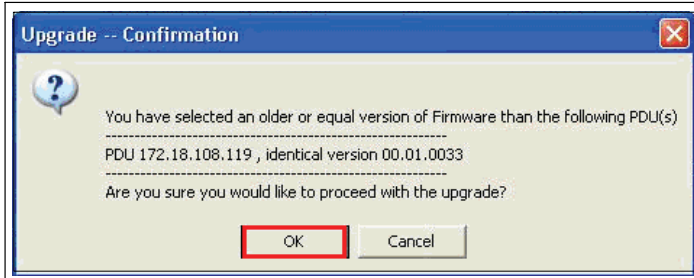
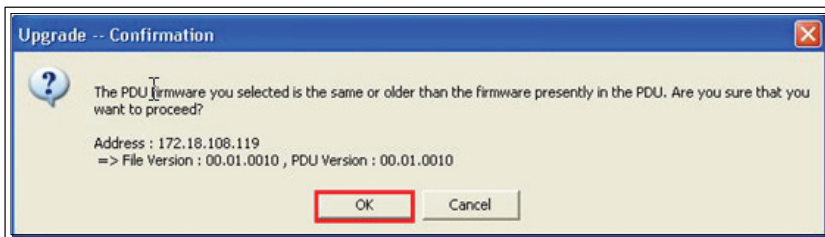

図13. NMCアップグレードバージョンの確認
図14. MCUアップグレードバージョンの確認
- 15 確認メッセージが表示されます。現在のファームウェアバージョンよりも新しいバージョンを選択しなかった場合、選択されたバージョンがこのアップグレードに使用するバージョンであることを確認するためのメッセージが表示されます(図13および図14参照)。OKをクリックしてバージョンを受け入れるか、Cancelをクリックして手順8に戻り、NMCまたはMCUの別のファームウェアアップグレードファイルを再選択します。